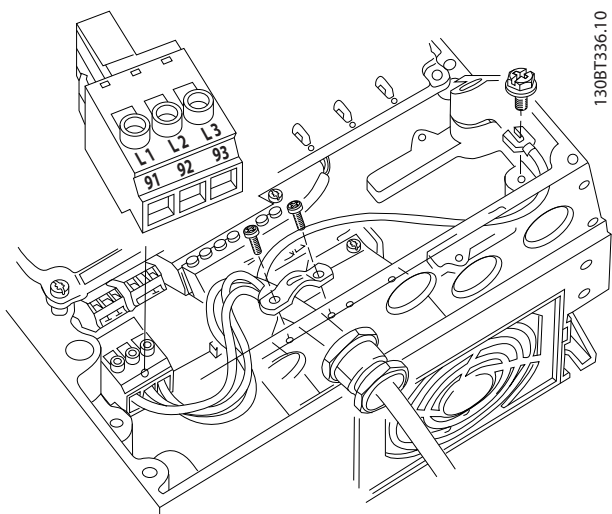

図 2.12 交流主電源への接続
- 3相交流入力電力ワイヤを L1、L2、L3 に接続します (図 2.12 を参照してください)。